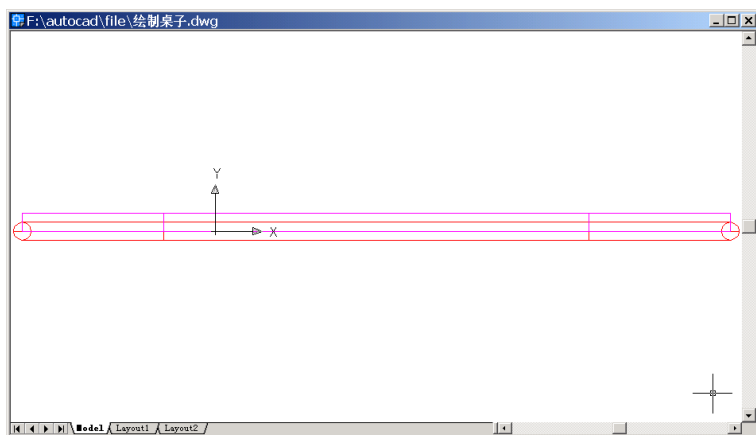

图 23.10 变换视图为前视图
(10) 用 VIEW 命令变换视图为 Front（前视图），结果如图 23.10 所示。